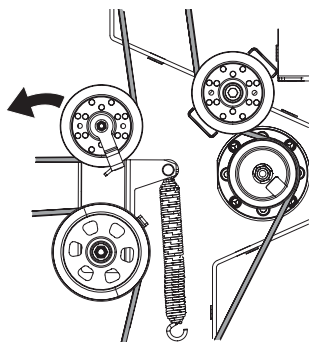

Figura 53
9. Tire del lado derecho de la correa de la PTO hacia atrás y coloque el lado V angosto de la correa de la PTO en la polea de la PTO (Figura 53).